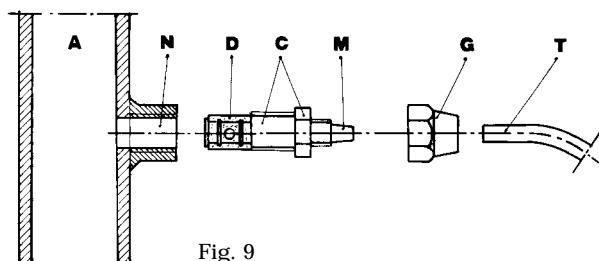

Fig. 9
- g. - Instalar na tubulação do sistema a ser tratado, no ponto mais adequado para injeção do produto a ser dosado, uma luva 3/8" gás fêmea. Tal luva não é inclusa no nosso fornecimento. Instalar a válvula de injeção na luva, utilizando como vedação fita de Teflon (Fig. 9). Conectar a mangueira no espigão cônico da válvula de injeção e travá-la com a respectiva porca-trava G. A válvula de injeção é também válvula anti-retorno.
3.1 - ESQUEMA DE MONTAGEM DA VÁLVULA DE INJEÇÃO (Fig. 9)